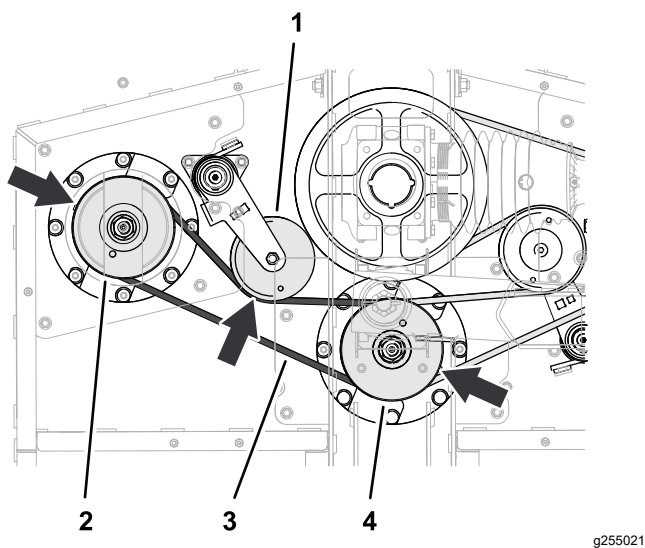

Figura 67
1. Enrute la correa corta alrededor de la polea del eje izquierdo y la ranura inferior de la polea del eje central (Figura 67).
2. Utilice una llave de carraca u otra herramienta similar para girar el tensor de la correa en sentido antihorario, y coloque la correa sobre la polea tensora (Figura 67).